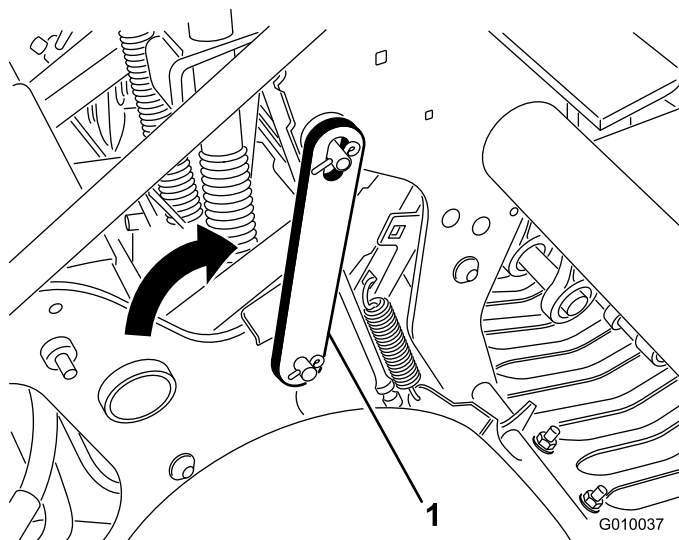

図 21
3. ラッチを後ろ向きに回転させて、コアリング・ヘッドのピンにはめ込む(図 21)。クリップ・リングで固定する。